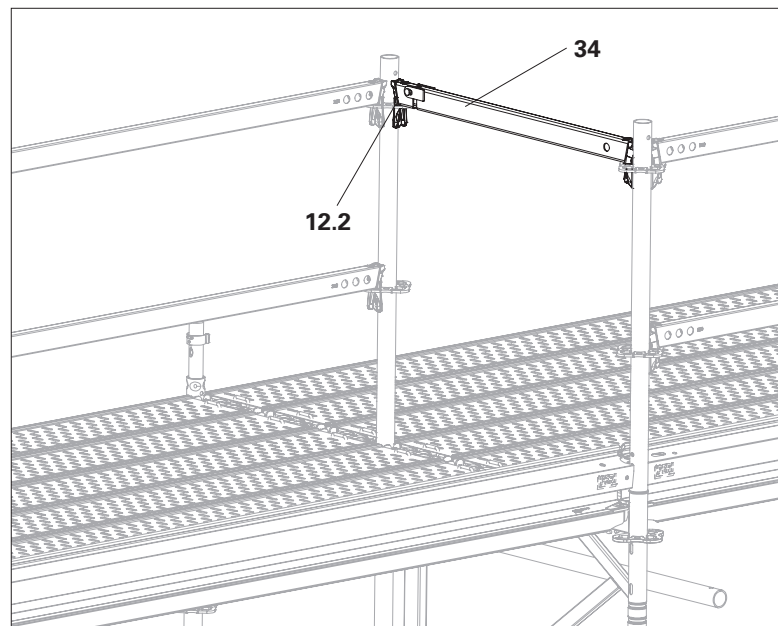

Fig. A5.11
1. Agganciare il corrente pieghevole UPK (34) su entrambi i montanti verticali (12) nei supporti corrente (12.2) delle rosette.
2. Serrare i cunei con un martello. (Fig. A5.11)